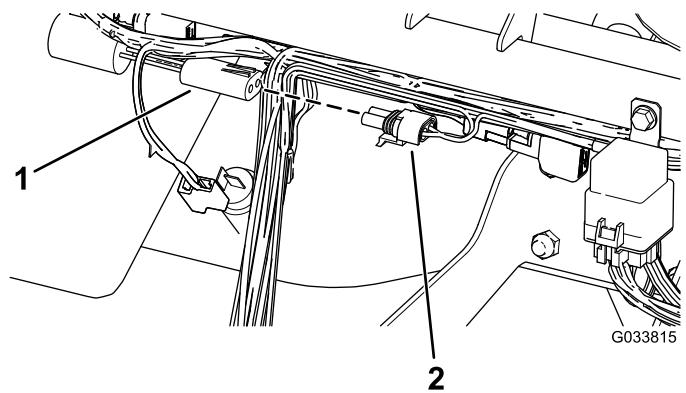

図9
3. 遅延タイマーに、one second delay timer というラベルのついたコネクタを接続する図9。